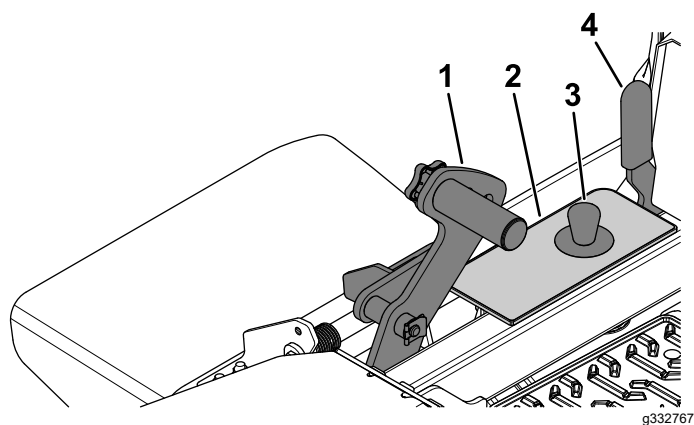

Figura 30
1. Presione el pedal de elevación de la carcasa hacia adelante del todo para bloquear la carcasa de corte en la posición de **TRANSPORTE** (que es también la posición de altura de corte de 140 mm (5½")), como se muestra en la Figura 30.
2. Para ajustar la altura de corte, retire el pasador del soporte de altura de corte (Figura 30).
3. Seleccione el taladro del soporte de altura de corte que corresponde a la altura de corte deseada, e inserte el pasador (Figura 30).